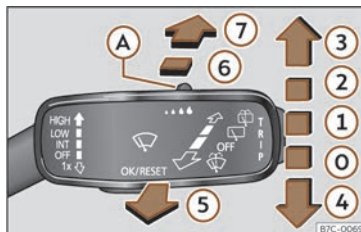

**Fig. 91** Commande de l'essuie-glace avant et arrière.
| 1 | INT | Balayage intermittent de l'essuie-glace. Grâce à la commande >>> fig. 91 (A) réglez les niveaux de balayage (sur les véhicules dépourvus de détecteur de pluie) ou la sensibilité du détecteur de pluie. |
| 2 | LOW | Balayage lent réglable à l'aide de la commande >>> fig. 91 (A) .                                                                                                                                         |
| 3 | HIGH                                                                         | Balayage rapide réglable à l'aide de la commande >>> fig. 91 (A) .                                                                    |